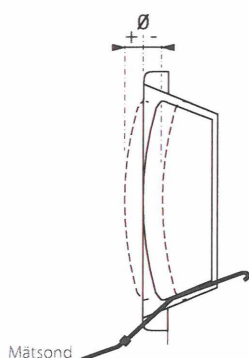

Bild 1. Injustering med mätsond.
- Beakta ventilkägglans läge. Kägeln utgår ifrån ett 0-läge och kan ställas inom ett max (+) / min (-) intervall, se bild 1 och tabell T1.